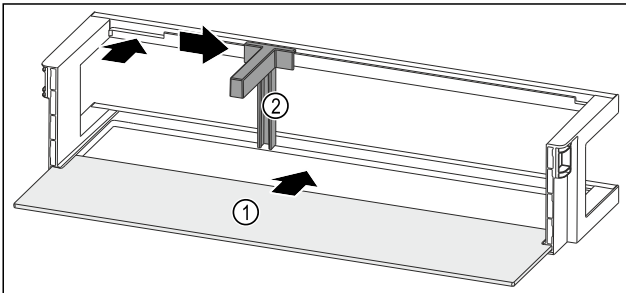

Fig. 246 带搁板的门边存放架
- ▶ 将搁板 Fig. 246 (1) 推入侧面凹槽。
- ▶ 将瓶托 Fig. 246 (2) 装入槽中。
- ▶ 将瓶托 Fig. 246 (2) 推至一侧的所需位置。